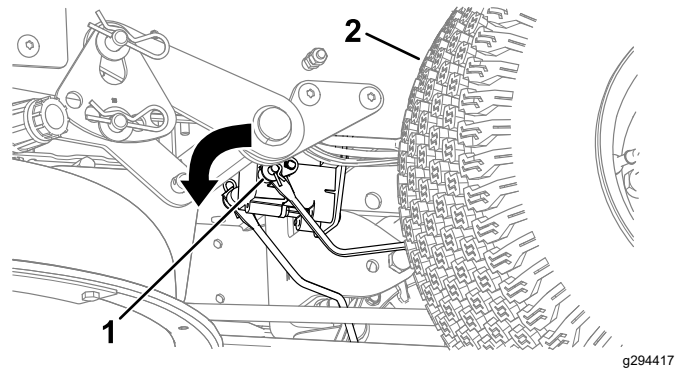

Figura 52
3. Localice el eje del freno eléctrico al que están conectados los brazos de enganche de los frenos (Figura 52).